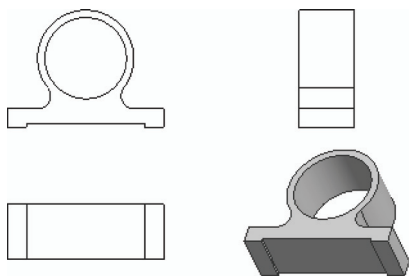

图 14-54 恢复视图
STEP 06 选择“完成选择”选项，即可恢复视图，效果如图 14-54 所示。